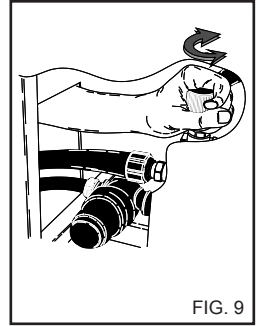

FIG. 9
Il presente capitolo riguarda solo i modelli provvisti del dispositivo "Regolatore di pressione". Il dispositivo regolatore di pressione, fig. 9 permette di regolare la pressione di lavoro. Ruotando la manopola C in senso antiorario (B) (minimo) si ottiene così una riduzione della pressione di esercizio.